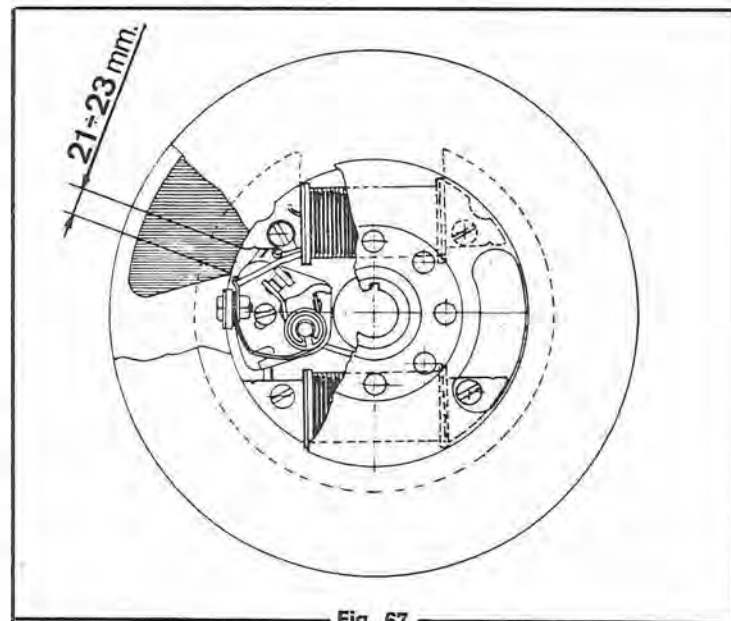

Fig. 67
- 2) Nelle revisioni parziali e nelle rimesse a punto (sostituzione del rottore), qualora non si possa disporre di un banco di prova e quindi non si possa rilevare la utilità, occorre controllare che l'apertura dei contatti rottore inizi quando l'estremità della bobina di alimentazione A.T. dista dall'espansione polare di $21 \div 23$ mm. a tutto ritardo (vedi fig. 67) e $7 \div 8$ mm. a tutto anticipo.